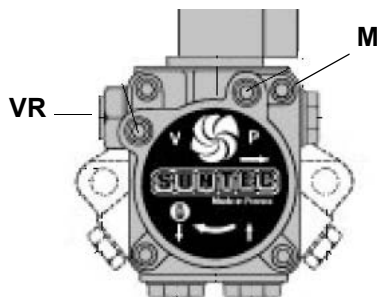
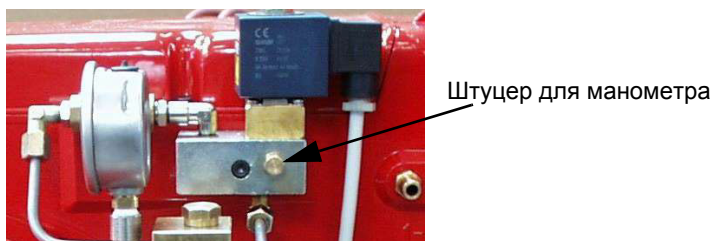

Рис. 24
Рис. 25
- 2 выпустить воздух со штуцера (M) манометра насоса (Рис. 24), расслабив слегка заглушку, но не снимая ее; затем отпустить контактор;
- 4 Давление питания форсунки уже отрегулировано заранее на заводе-изготовителе и не должно изменяться. Только в случае необходимости, отрегулировать давление питания (см. соответствующий параграф) следующим образом: установить манометр в положение, указанное на Рис. 25, воздействовать на регулировочный винт VR насоса (см. Рис. 24) до получения на форсунке давления в 20бар (см. таб. на стр.27);